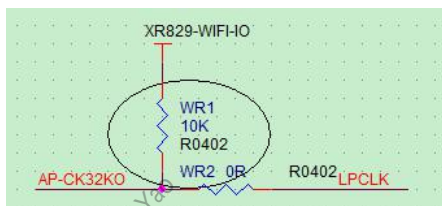

图 2-36 AP-CK32K0 上拉电路
- R818 主控的 32KFOUT 为内部 32.768KHz 时钟输出脚，与 WiFi 模组结合使用时，必须加外部上拉电阻，且注意上拉电源为 VCCIO-WIFI。如图 2-36。